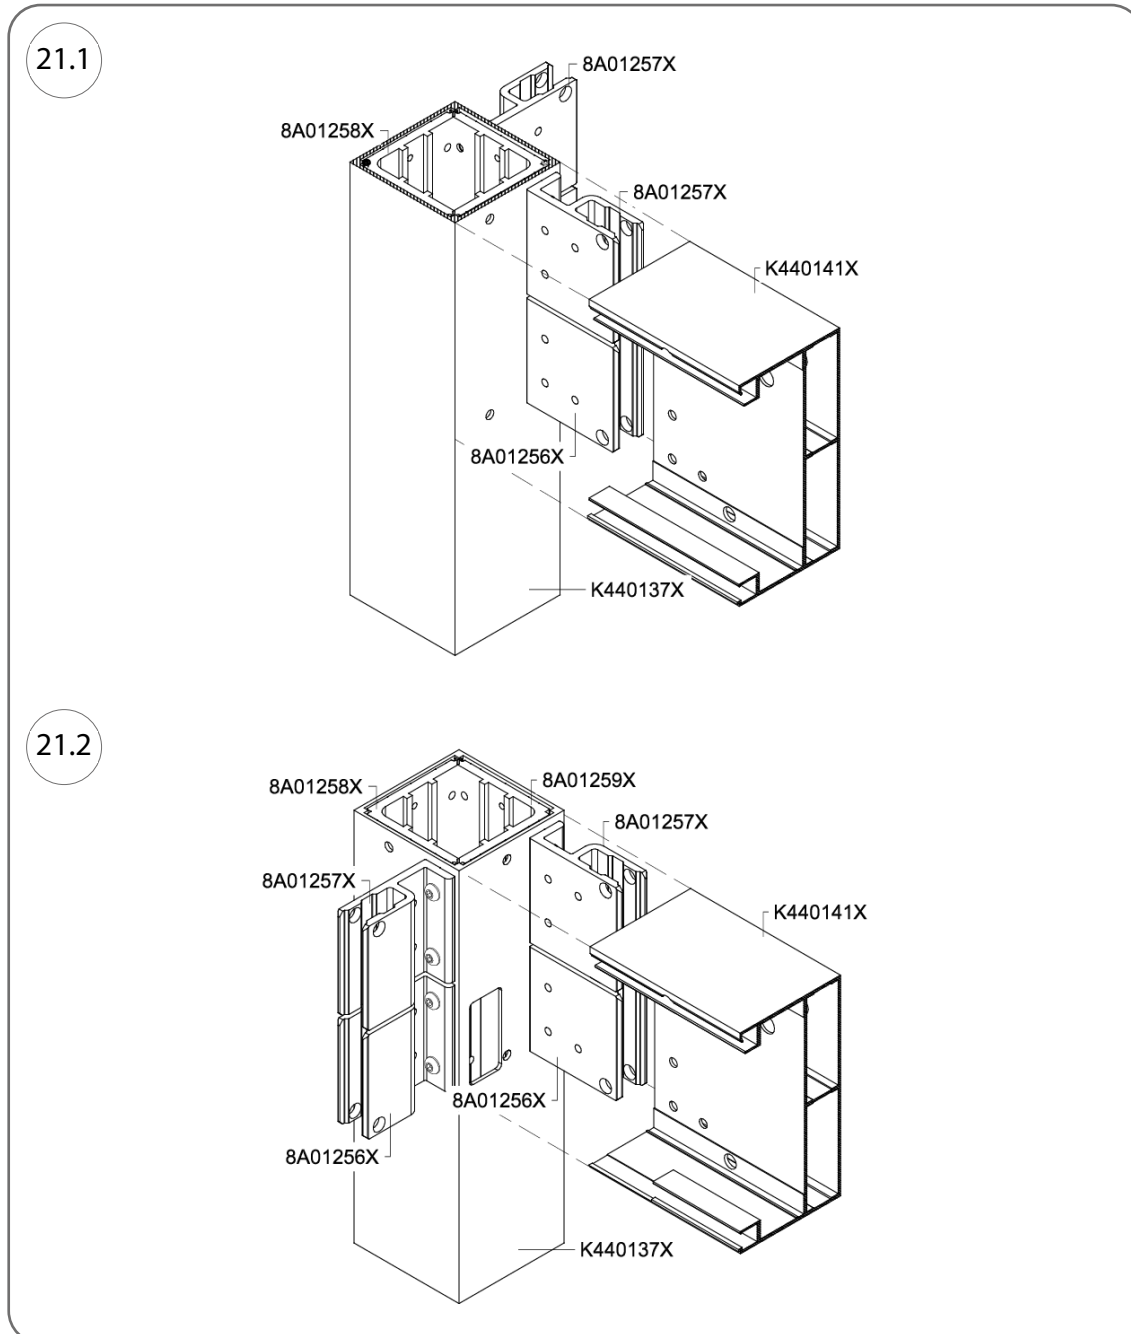
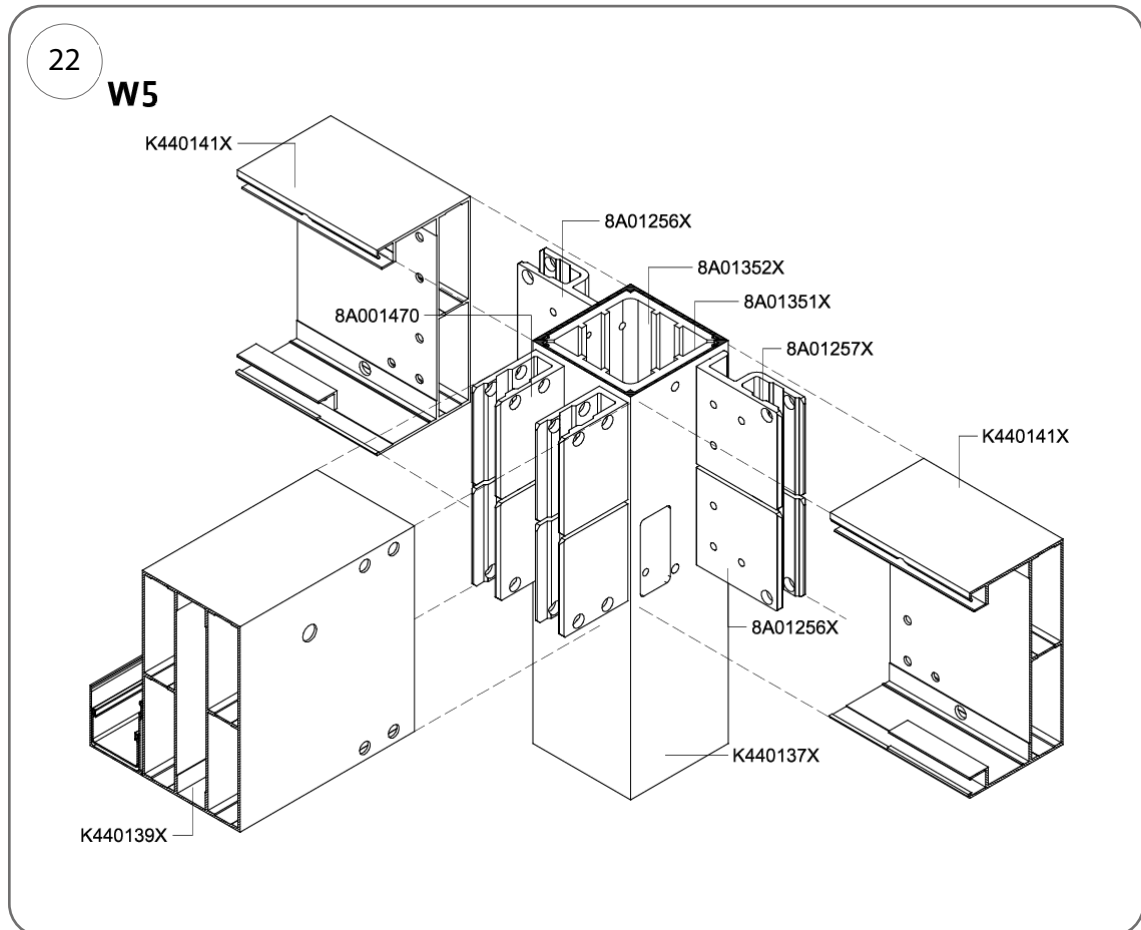
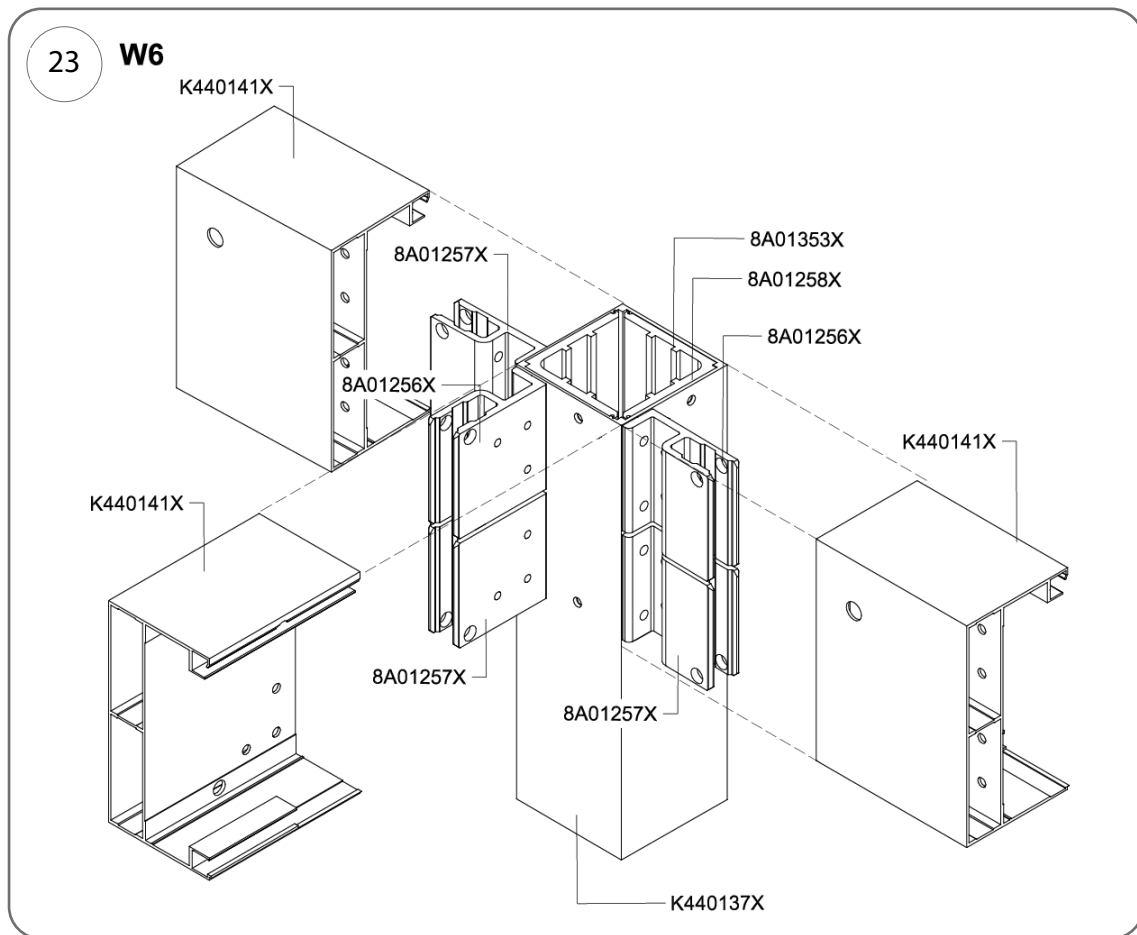

Fig. 21
Fig. 22
Fig. 23
4. Montați șipcile pe elementele de fixare fixate conform Fig. 22 și Fig. 23 pentru a le conecta la stâlpi.
6. Introduceți șuruburile de trecere nr. cat. 80371262 (M8 x 90 mm) prin orificiile din știfturile 8A01260X și înșurubați-le în pereții conectorilor de stâlp nr. cat. 8A01258X (stânga) sau 8A01259X (dreapta) în nodurile W2 și W4, sau în conectorii nr. cat. nr. 8A01353X și 8A01258X în cazul nodului W6 (Fig. 23) cu o grindă intermediară, pergolă longitudinală cu două travee.
1. Așezați șipcile pe elementele de fixare fixate conform Fig. 21, Fig. 22 și Fig. 23 pentru a le conecta la stâlpi.
1. Așezați șipurile pe elementele de fixare fixate conform Fig. 21, Fig. 22 și Fig. 23 pentru a le conecta la stâlpi.